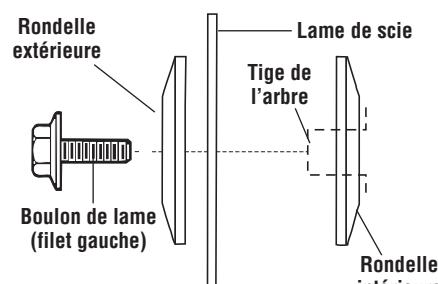

Figure 2. Ferrures de lame
5. Enlevez le boulon de lame, la rondelle extérieure et la lame. N'enlevez pas la rondelle intérieure (Figure 2).
3. Desserrez les têtes de boulons 'A' & 'B' d'au moins un tour complet à l'aide de la clé plate de 10 mm (Figure 2).